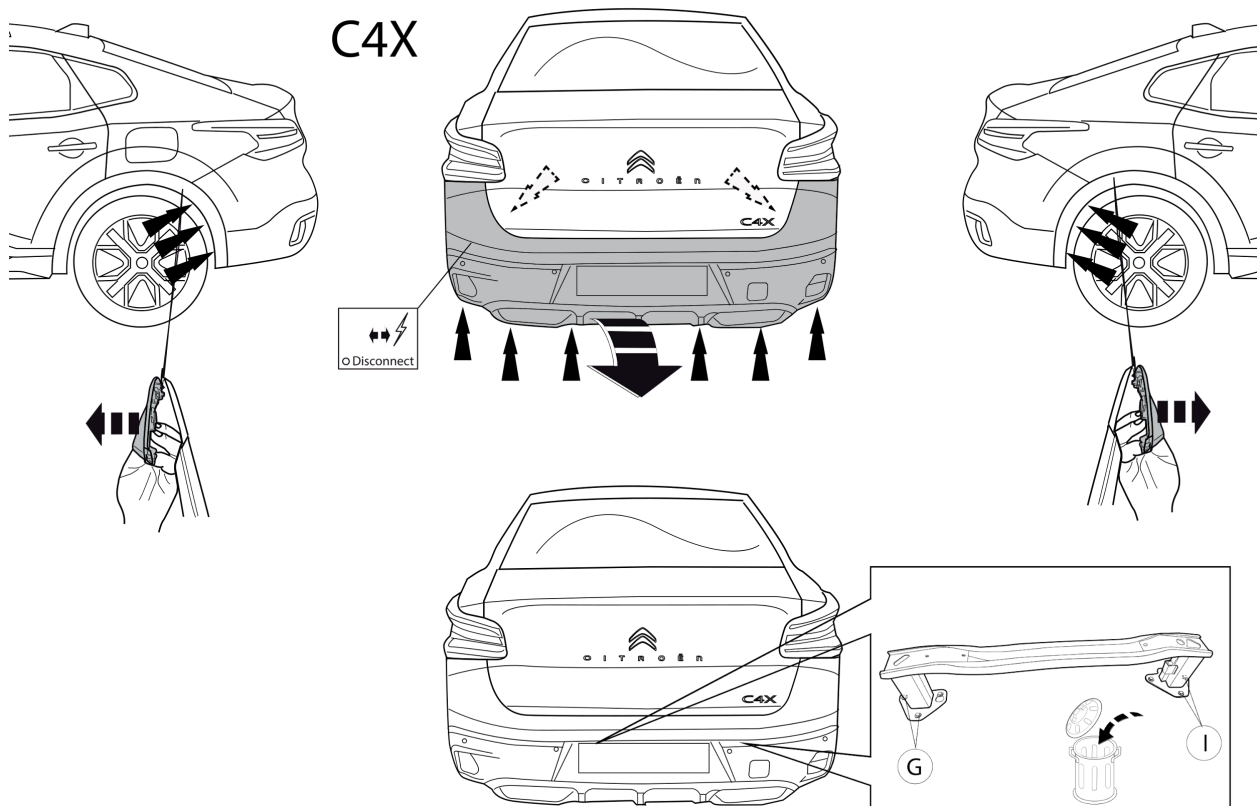

Fig. 2
2. DS 3/Citroën (e)-C3/C4X: Снять бампер вместе со буферным брусом автомобиля. Буферный брус больше не понадобится. См. рисунок 2,3,4,8 & 10.